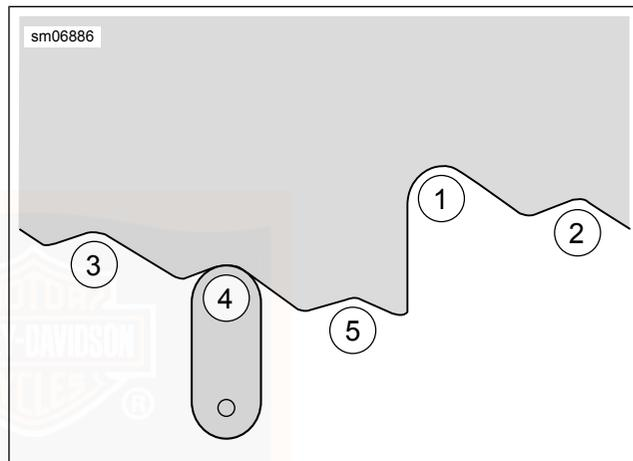

Abbildung 13. Nockenpositionen für Stoßdämpfervorspannung
** Siehe Abbildung 13 für Vorspannungspositionen.